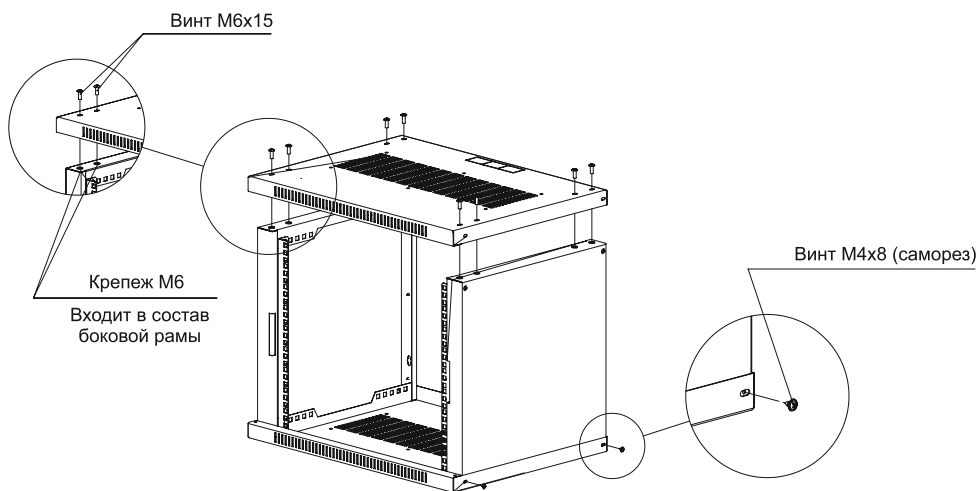

Рисунок 2
4.3.2 Скрепите боковые рамы с основаниями винтами М6х15 и винтами М4х8 (Рисунок 2).